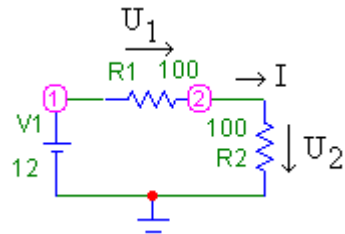

Рис. 2.8
2.6.1. Соберите резистивную цепь с источником постоянного напряжения  $V1 = 12$  В и двумя последовательно соединенными сопротивлениями  $R1 = R2 = 100$  Ом, показанную на рис. 2.8.
2.6.6. В цепи **рис. 2.8** установите следующие параметры элементов
Значения тока  $I$  в миллиамперах в цепи на рис. 2.8 внесите в АККОС-МВ (Тема 20): тема 20, ответ 1.